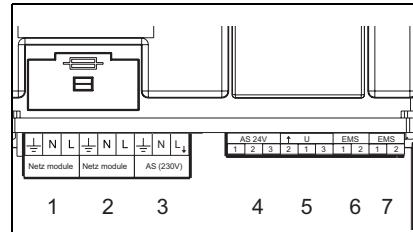
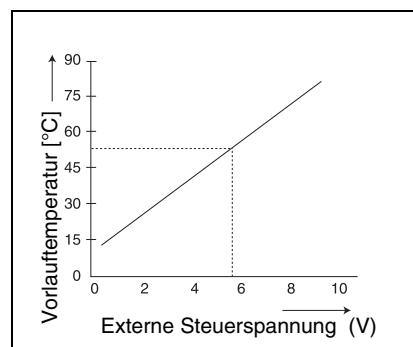

Abb. 2 Anschlüsse
Abb. 3 0 – 10V Diagramm
- Der AS 24V-Anschluss (Abb. 2, Pos. 4), hierbei handelt es sich um einen potenzialfreien Schaltkontakt für Niederspannungssignale bis zu 24 V. Dieses Störungssignal kann beispielsweise von einem Gebäudeleitsystems ausgelesen werden.
- Der AS 230V-Anschluss (Abb. 2, Pos. 3), hiermit kann beispielsweise eine Hupe oder eine Alarmlampe gesteuert werden. Im Falle einer Störung steht dieser Anschluss unter 230 VAC-Spannung.
Das EM10 kann als Schnittstelle zwischen dem Heizkessel und zum Beispiel einem Gebäudeleitsystem verwendet werden. Mit Hilfe eines 0-10 VDC-Signals (Abb. 2, Pos. 5) ist eine Steuerung nach Vorlauftemperatur oder Leistung möglich (Abb. 3).
Diese Regelung wird aktiviert, indem Sie Klemme 1 und 3 überbrücken. Siehe Abb. 2, Pos. 5 und den Schaltplan auf Seite 47. Das EM10 gibt über das 0-10 V Signal dem Heizkessel eine prozentuale Leistung vor (siehe Tabelle 2). Hierbei handelt es sich um ein lineares Verhältnis, siehe Tabelle 2.